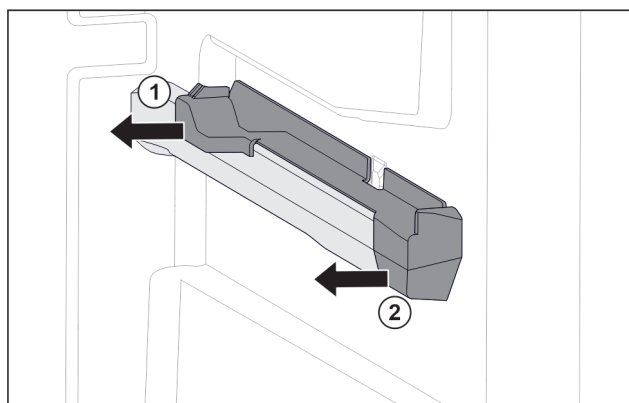

Fig. 101 Násuvný diel na pravom rebre nádoby
- Stiahnite násuvný diel vzadu do strany. Fig. 101 (1)
- Stiahnite násuvný diel vpredu do strany. Fig. 101 (2)